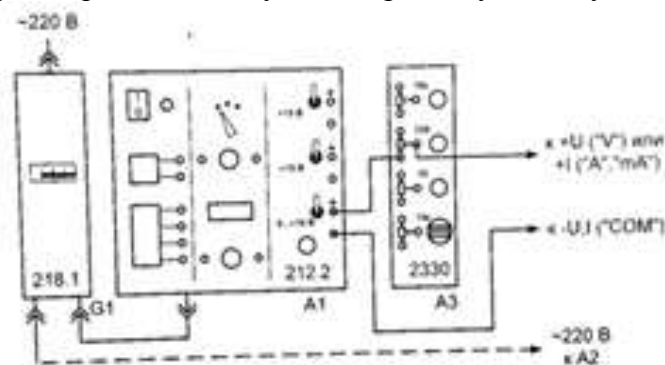

Рис. 4. Схема электрическая соединений источников питания для измерения постоянного напряжения или тока
– подключите мультиметр MY60 блока A2 к цепи рис. 4, 5. Провод от гнезда «СОМ» (-U) мультиметра – к гнезду «-» (синее) источника 0...15 В блока генераторов напряжения
– подключите мультиметр 7050 блока А2 к цепи рис. 4, 5. Провод от гнезда «СОМ» (-U) мультиметра – к гнезду «-» (синее) источника 0...15 В блока генераторов напряжения А1. Провод от гнезда «VΩmA» (+U) мультиметра – к движку переменного резистора 330 Ом блока А3.
– подключите мультиметр 7050 блока А2 к цепи рис. 4,5. Провод от гнезда «СОМ» (-I) мультиметра – к гнезду «-» (синее) источника 0...15 В блока генераторов напряжения А1. Провод от гнезда «VΩmA» (+I) мультиметра – к движку переменного резистора 330 Ом блока А3.